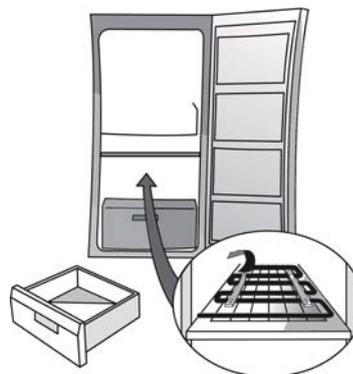

Fig. 1
- Monter afstandsstykkerne (Fig. 1, 2 eller 3 afhængigt af modellen)